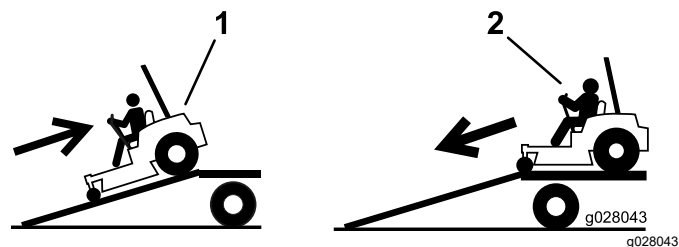

Figure 41
4. Montez la rampe en marche arrière (Figure 41).
2. Descendez la rampe en marche avant (Figure 41).